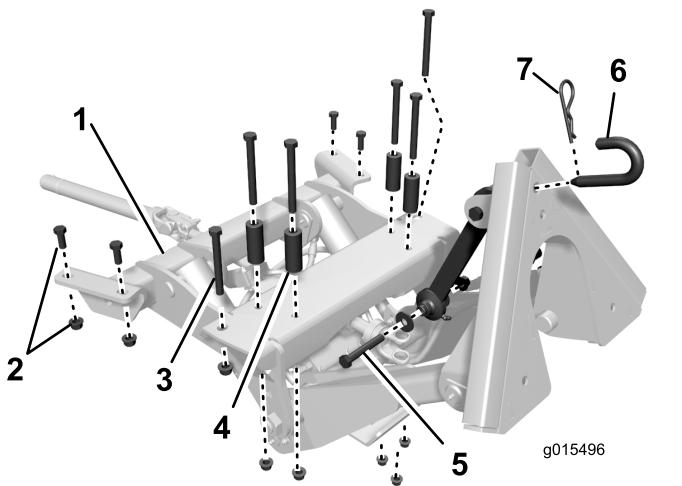
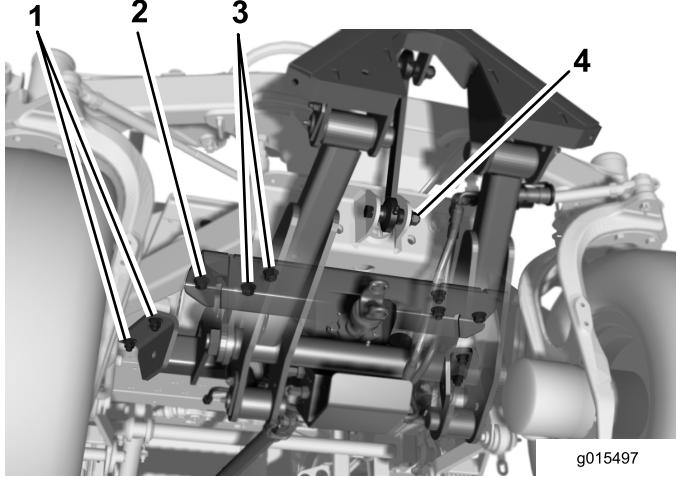

Рисунок 5
Рисунок 6
- На Рисунок 5 показаны на виде сверху места, положения и размеры крепежных деталей, используемых для фиксации передней рамы навесного оборудования к нижней части рамы тягового блока.
- Расположите переднюю раму навесного оборудования под передней частью машины (Рисунок 6).
- Поднимите переднюю раму навесного оборудования, одновременно совмещая монтажные отверстия с монтажными отверстиями в швеллерах рамы и поперечной пластине передней рамы (Рисунок 6).
- В передней части навесного оборудования выполните подсоединение через наружное отверстие с каждой стороны к швеллерам рамы с помощью винта ($\frac{1}{2}$ x 4½ дюйма) и фланцевых гаек ($\frac{1}{2}$ дюйма), как показано на Рисунок 6.
- В задней части навесного оборудования присоедините, не затягивая, каждую сторону к швеллерам рамы с помощью 2 винтов ($\frac{1}{2}$ x 1¼ дюйма) и фланцевых гаек ($\frac{1}{2}$ дюйма), как показано на Рисунок 6.
- Используя оставшиеся 4 монтажных отверстия, присоедините навесное оборудование к поперечной пластине рамы с помощью винтов ($\frac{1}{2}$ x 4½ дюйма), проставок и фланцевых гаек ($\frac{1}{2}$ дюйма), как показано на Рисунок 6. Расположите проставки между головками винтов и поперечной пластиной.
дюйма), как показано на Рисунок 5 и Рисунок 6.